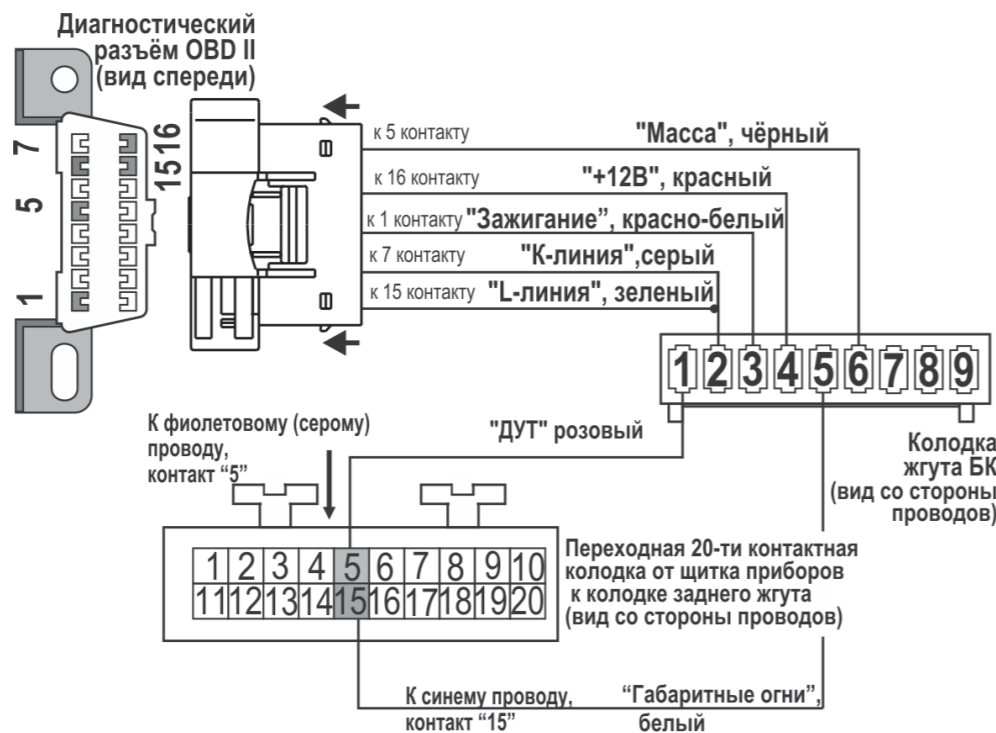

рис.12 Схема подключения к а/м Renault/Dacia Logan серии "Black Line"
3.3 Протяните провода “ДУТ” - датчик уровня топлива (розовый провод жгута БК) и “габаритные огни” (белый провод жгута БК) (Для а/м серии “Black Line” см. схему подключения на рис. 12) от места предполагаемой установки БК к 20-ти контактной промежуточной колодке щитка приборов к колодке заднего жгута (рис.8.) Колодка находится возле водительского сиденья под коврином в районе междверной стойки. Для этого открутите 2 самонарезных винта с левой средней стойки. Снимите резиновый уплотнитель передней левой двери в районе водительского сиденья.
Вставьте контакт на белом проводе “габаритные огни” из жгута БК в гнездо № 12 в синий провод. (п.1. рис.9) (Для а/м серии “Black Line”: вставьте контакт на белом проводе “габаритные огни” из жгута БК в гнездо № 15 в синий провод. см. схему подключения на рис. 12).